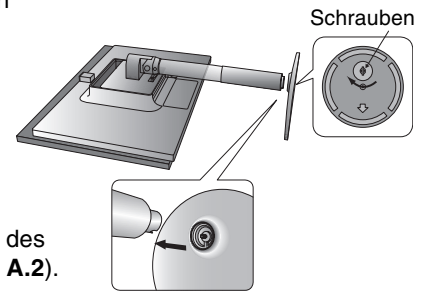

Abbildung 2
3. Verbinden Sie den Standfuß mit dem Fuß und ziehen Sie die Halteschraube an der Unterseite des Standfußes fest (**Abbildung 2**).